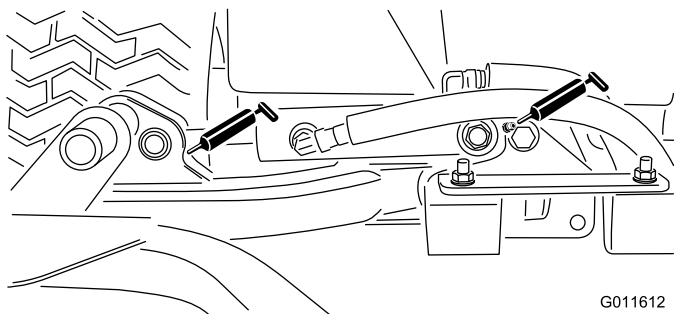

Рисунок 30
- Цилиндры подъемного рычага режущего блока (по 2 шт.) (Рисунок 30)
- Оси поворота подъемного рычага (по 1 шт.) (Рисунок 30)